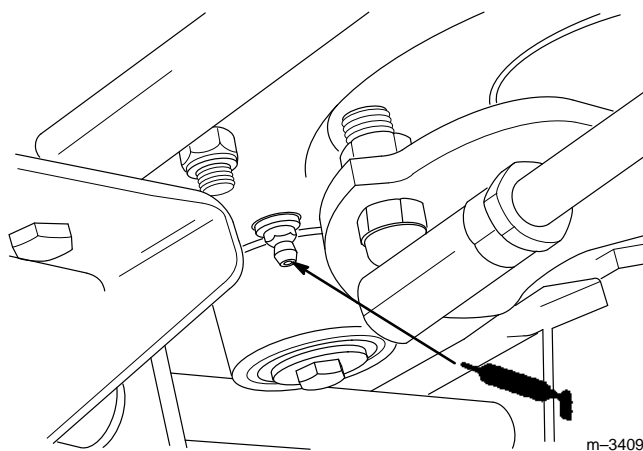

Figure 33
7. Injecter un coup de graisse dans le carter de direction (par-dessous le châssis) (Fig. 33) toutes les 50 heures de service.